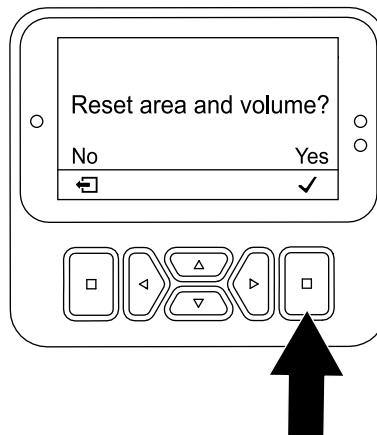

Figura 101
5. En la pantalla RESET AREA AND VOLUME (Restablecer área y volumen), pulse el botón de selección (Figura 101).